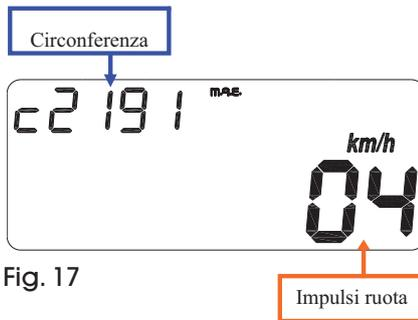

Fig. 17
- 4a pagina (ad ogni accensione dello strumento): Visualizzazione dei parametri impostati (fig. 17).
- 4th page (every time the instrument is switched on): Display of set parameters (fig. 17).
- Visualizzazione delle schermate come fig. 17 per circa 3 sec.
- Display of screens as in fig. 17 for approx. 3 sec.